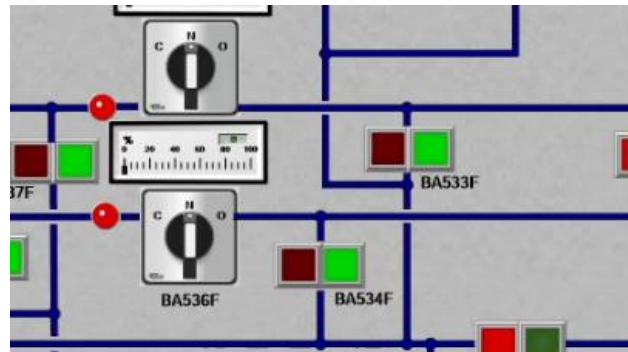

Figura 58- BA534F BA533F
2. Un cop aïllades les 2 línies respecte al *sea chest*, obrirem les vàlvules BA534F i BA533F que són les que comuniquen les bombes amb les línies 2 i 1 respectivament. Les obrirem pitjant uns segons sobre el botó verd (*Figura 58*).
3. A continuació obrirem les vàlvules de control modular BA535F i BA536F, aquestes les obrirem inicialment un 10% per tal d'encebar el circuit i posteriorment al 100% (Figura 58) .